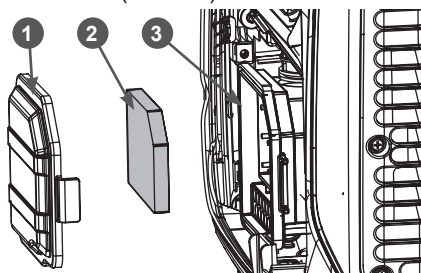

Рис. 16. Обслуживание воздушного фильтра
2. Отстегните защелки крышки воздушного фильтра и снимите крышку 1 воздушного фильтра (Рис. 16).
3. Извлеките из корпуса 3 воздушного фильтра поролоновый фильтрующий элемент 2 (Рис. 16).